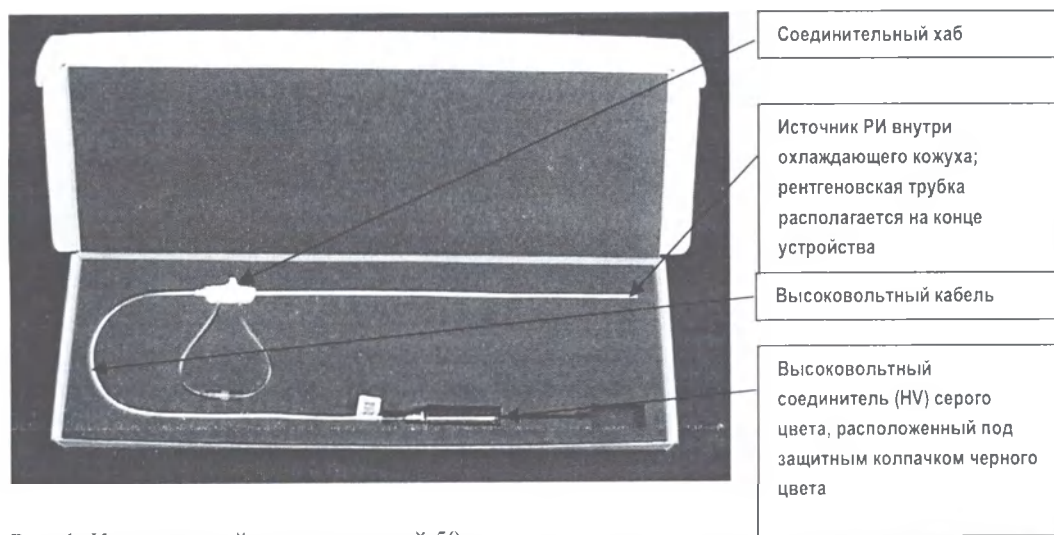

Рис. 1: Комплектный катетер длиной 50 см с источником рентгеновского излучения «АХЛЕТ»
- Не касайтесь соединительного разъема желтого цвета, расположенного под защитным колпачком черного цвета (Рис. 1), во избежание нарушения его работоспособности в результате контакта с потожировыми выделениями кожи пальцев рук и иными загрязнениями.